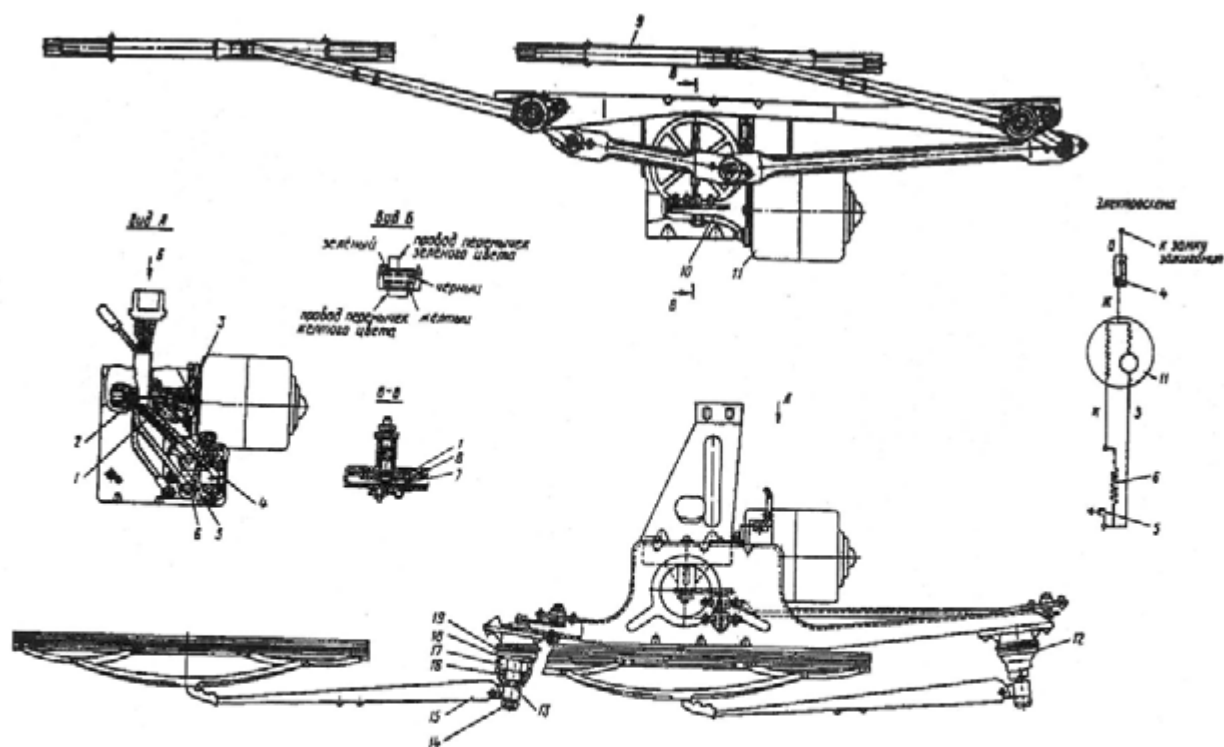

Рис. 279. Стеклоочиститель СН220 стекла ветрового окна:
На автомобиле установлен двухскоростной стеклоочиститель СЛ220ПЛ с электроприводом. Все узлы стеклоочистителя имеют общее основание. Электродвигатель 11 (рис. 279) стеклоочистителя крепится к фланцу червячного редуктора 10, в свою очередь закрепленному на основании стеклоочистителя. В редукторе установлен механизм самоостанова, состоящий из контактного диска 8 и контакта 7, обеспечивающий автоматическую остановку щеток 9 в горизонтальном положении после выключения стеклоочистителя.
Стеклоочиститель расположен под панелью приборов и прикреплен нижней частью основания к распорке кузова двумя болтами с гайками, к наружной панели кузова стеклоочиститель прикреплен также двумя гайками 17 (см. рис. 279).
2. Отверните гайки 14 (рис. 279) крепления рычагов 15 щеток 9 и снимите рычаги вместе со щетками.